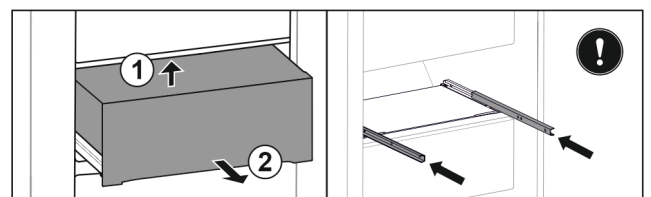

Fig. 126
- ▶ Levante el cajón por la parte trasera inferior. Fig. 126 (1)
- ▶ Extraiga el cajón hacia delante. Fig. 126 (2)